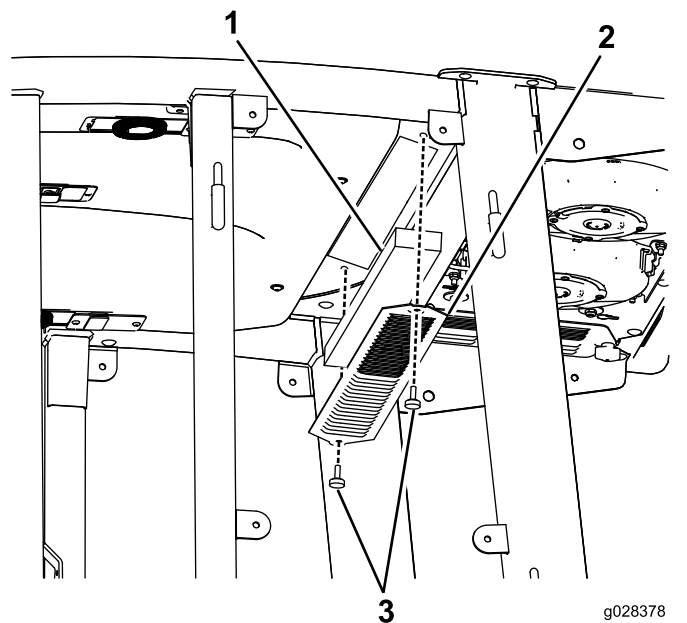

Figura 138
3. Togliete il tetto della cabina rimuovendo i 22 bulloni che fissano il tetto (Figura 138).
4. Togliete i filtri dell'aria (Figura 138).
5. Rimuovete e pulite le serpentine refrigeranti (Figura 138).